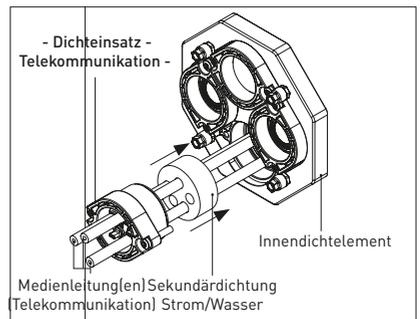

Abbildung 13.4: Montage Dichteinsatz - Strom/Wasser - innenseitig
- Schieben Sie den **Dichteinsatz - Telekommunikation** - mit der Gummidichtung voraus über die Medienleitung(en) bis in das Innendichtelement des **PSI WallIn W Bauherrenpakets - ESH**. Beachten Sie, dass die Schraublöcher am Dichteinsatz und die Kernlöcher im Innendichtelement übereinander liegen (s. Abbildung 13.4).